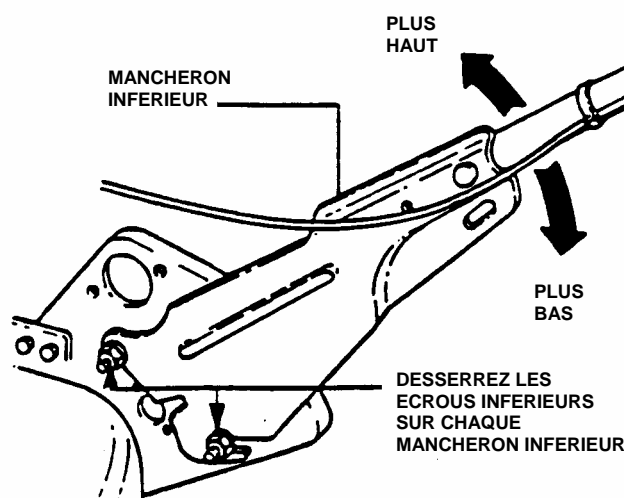

FIGURE 2.6
1. Desserrez les écrous inférieurs au niveau des deux mancherons inférieurs, comme indiqué sur la figure 2.6.